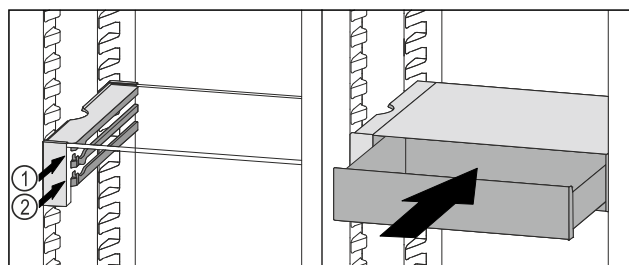

Fig. 85
- ▶ Stavite ladicu VarioSafe ukoso iza zaustavljača na željeni žlijeb Fig. 85 (1) ili Fig. 85 (2).